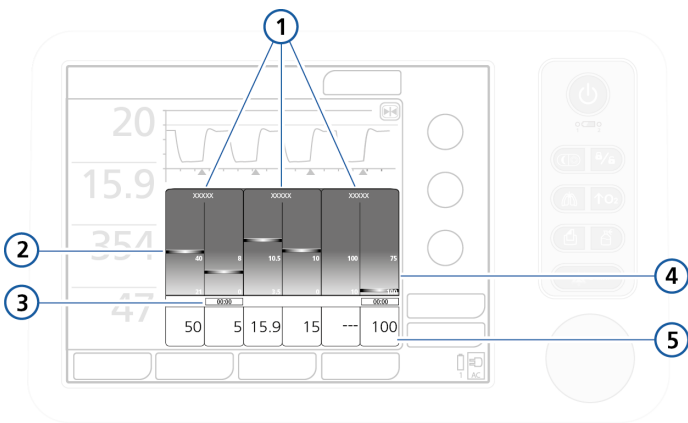

图 7-6. 通气状态面板
通气状态面板（图 7-6），显示了与病人的呼吸机依赖性相关的六个参数，包括氧合状态、CO₂ 清除状态和病人活动。各栏中上下移动的浮动指示器（浮标）显示给定参数的值。指示器位于浅蓝色（脱机）区域时，计时器开始显示该值位于脱机区域的时间。当所有值都位于脱机区域时，通气状态面板显示绿色边框，表示应该考虑脱机。每次呼吸时均会更新面板。
- 显示通气状态面板（图 7-6）。